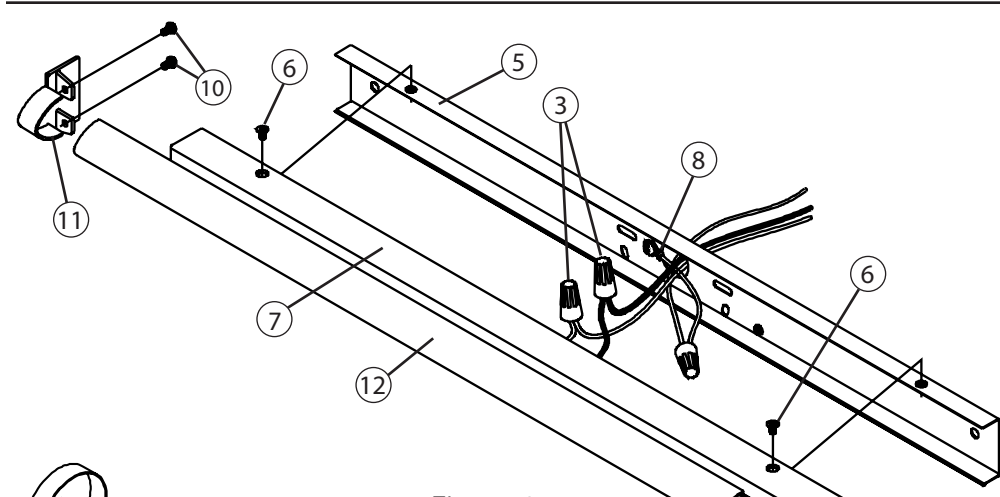

Figure 2
3. Accéder à l'arrière du boîtier (7) et retirer les deux vis de montage d'embout (10) mettant un des embouts (10) en place. Faire glisser l'embout (11) hors du boîtier (7). Voir figure 2.
4. Retirer le diffuseur (12) endommagé du boîtier (7) en le faisant glisser hors de l'extrusion du boîtier. Voir la figure 2.
5. Faire glisser délicatement le nouveau diffuseur (12) sur l'extrusion le long de la face du boîtier (7) jusqu'à ce que la pointe pénètre dans l'embout (11) rattaché. Voir la figure 2.
6. Réinstaller l'embout (11) pour couvrir l'extrémité exposée du diffuseur (12) et aligner les trous de montage. Réinsérer les deux vis de montage d'embout (10) et serrer. Fig. 2.
7. Sans pincer les câbles, positionner le boîtier d'assemblage (7) par-dessus la plaque arrière (5) en l'alignant avec les trous de montage. Insérer les vis à tête plate (6) et serrer.
5. Réinstaller l'embout (11) pour couvrir l'extrémité exposée du diffuseur (12). Centrer l'embout (11) sur la fente de montage exposée et le visser en place.
6. Sans pincer les câbles, positionner le boîtier d'assemblage (7) par-dessus la plaque arrière (5) en l'alignant avec les trous de montage. Insérer les vis à tête plate (6) et serrer.
- Access the rear of the Housing (7) and remove two Endcap Mounting Screws (10) holding one of the Endcaps (10) in place. Slide the Endcap (11) off of the Housing (7). See Fig 2.
- Remove the damaged Diffuser (12) from the Housing (7) by sliding it off the Housing extrusion. See Fig. 2.
- Carefully slide the new Diffuser (12) onto the extrusion along the face of the Housing (7) until the leading edge enters the attached Endcap (11) . See Fig. 2.
- Re-install the Endcap (11) to cover the exposed end of the Diffuser (12) and align the mounting holes. Re-insert the two Endcap Mounting Screws (10) and tighten. FIG. 2.
- Without pinching the wires, position the Housing Assembly (7) over the Backplate (5) with the mounting holes aligned. Insert Flat Head Screws (6) and tighten.
- Re-install the Endcap (11) to cover the exposed end of the Diffuser (12). Center the Endcap (11) over the exposed mounting stud and screw it into position.
- Retire el difusor dañado (12) de la carcasa (7) deslizándolo fuera de la extrusión de la carcasa. Consulte la Fig. 2.
- Deslice con cuidado el nuevo difusor (12) sobre la extrusión a lo largo del lado de la carcasa (7) hasta que el borde de ataque entre en el tapón adjunto (11). Consulte la Fig. 2.
- Vuelva a instalar el tapón (11) para cubrir el extremo expuesto del difusor (12) y alinee los orificios de montaje. Vuelva a insertar los dos tornillos de montaje del tapón (10) y ajuste. FIG. 2.
- Sin apretar los cables, coloque el conjunto de la carcasa (7) sobre la placa posterior (5) con los orificios de montaje alineados. Inserte los tornillos de cabeza plana (6) y ajuste.
- Vuelva a instalar el tapón (11) para cubrir el extremo expuesto del difusor (12). Centre el tapón (11) sobre el perno de montaje expuesto y atornille en su posición.